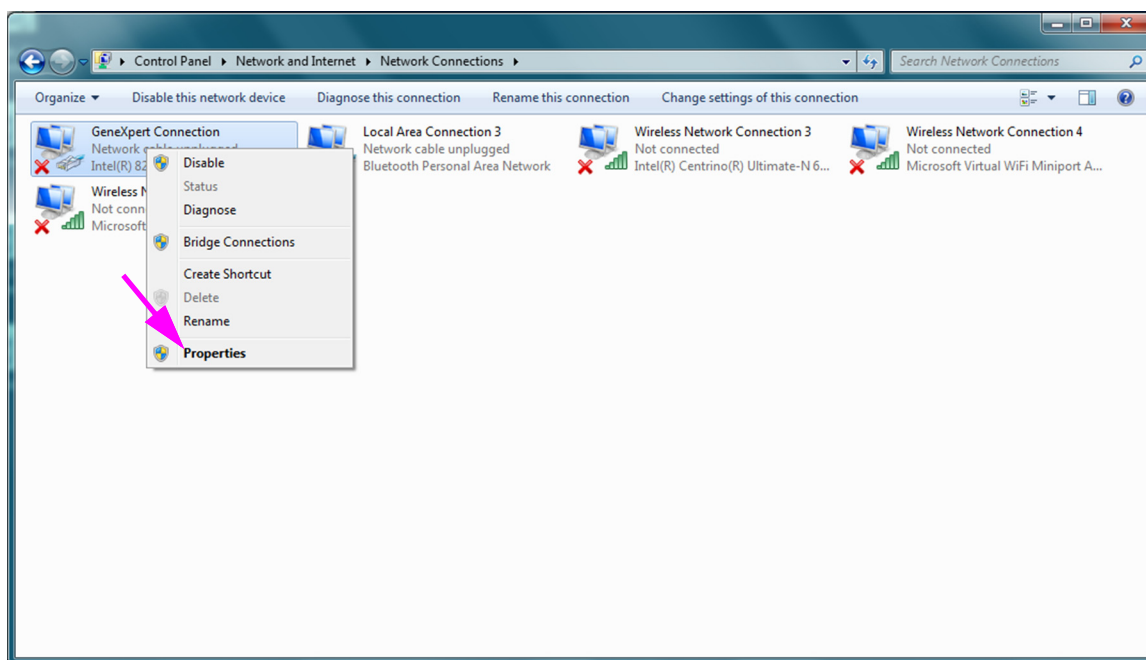

图 2-40. 打开下拉菜单的 Network Connections（网络连接）屏幕
6. 右键单击 **GeneXpert Connection**（GeneXpert 连接）条目。出现一个下拉菜单。请参见图 2-40）。